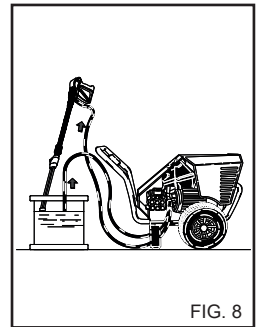

FIG. 8
Nach Benutzung eines Reinigungsmittels muß der Absaugzyklus mit sauberem Wasser nachgespült werden. (fig. 8).
1) Nach einem Waschvorgang mit Reinigungsmittel den Absaugzyklus nachspülen; das Absaugrohr (Fig.8) in einen Kanister mit sauberem Wasser stecken und die Pumpe bei völlig geöffnetem Dosierungs-hahn und bei Lanze in Reinigungsmittel-Abgabeposition eine Minute lang laufen lassen.
4) Nach einem Waschvorgang mit Reinigungsmittel den Absaugzyklus nachspülen; das Absaugrohr (fig.8) in einen Kanister mit sauberem Wasser stecken und die Pumpe bei völlig geöffnetem Dosierungshahn und bei Lanze in Reinigungsmittel-Abgabeposition eine Minute lang laufen lassen.